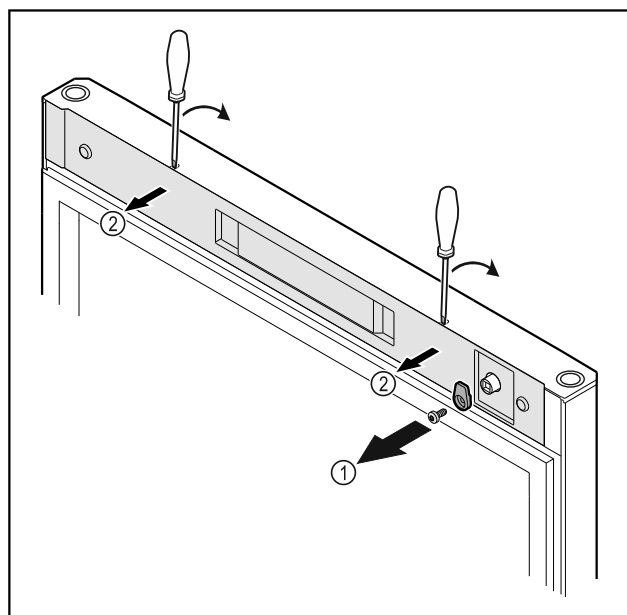

Fig. 53
- ▶ Schließhaken Fig. 53 (1) abschrauben.
- ▶ Abdeckung Fig. 53 (2) mit einem kleinen Schraubendreher ausrasten und abnehmen.